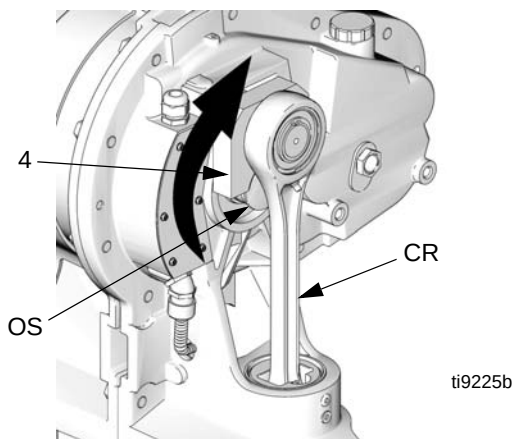

FIG. 7. Gire el brazo de manivela
- f. Consulte la FIG. 7. Gire el brazo de manivela (4) para poder extraerlo del eje de salida (OS).
- △ Coloque un trapo limpio sobre el cilindro de corredera (2).
- △ Aplique lubricante antiagarrotamiento (LPS®-04110 o equivalente) a las roscas del tornillo (5). Apriete el tornillo del lado de la chaveta a 283-310 N•m (210-230 pies-lb), luego apriete el tornillo del lado de la separación a 283-310 N•m (210-230 pies-lb). Apriete los tornillos 2-3 veces más o hasta que dejen de girar cuando se aprietan a 283-310 N•m (210-230 pies-lb).